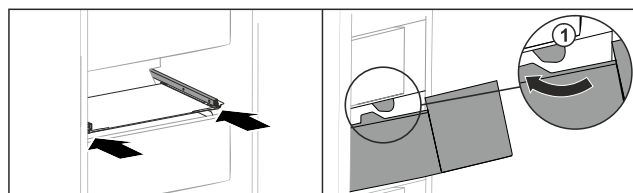

Fig. 161
- Umetnite ladicu oko zaustavljača Fig. 161 (1).